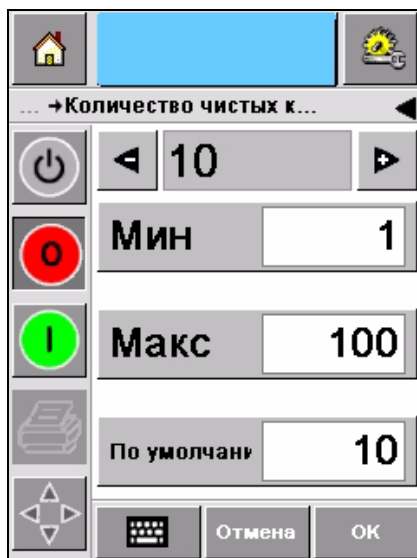

Рисунок 5-18: Prints per Cleaning Cycle
*Cycle* (Печатей за цикл очистки). Введите нужное значение (Рисунок 5-18 на странице 5-14).